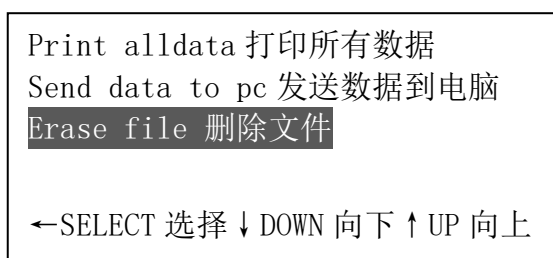

图 34
- d. 按 ←键进入，按 ↓或 ↑键将光标移至删除文件，如图 34：